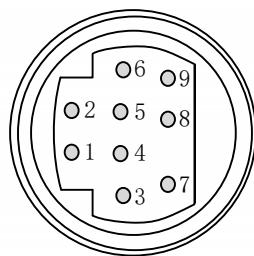

图 3-3-3 AUX I/O 引脚定义
- AUX I/O : 触发信号源，管脚图如图 3-3-3 所示。
AUX: 触发信号源，管脚图如图 3-3-3 所示。